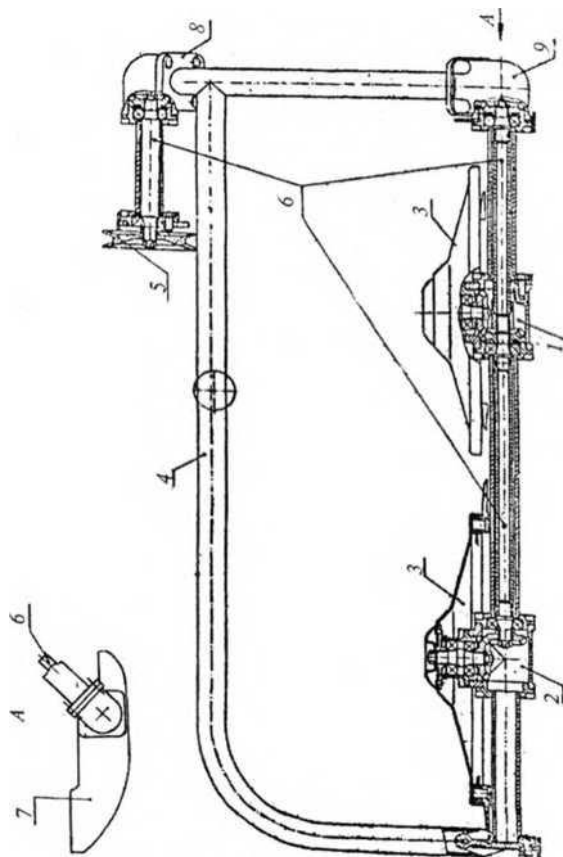
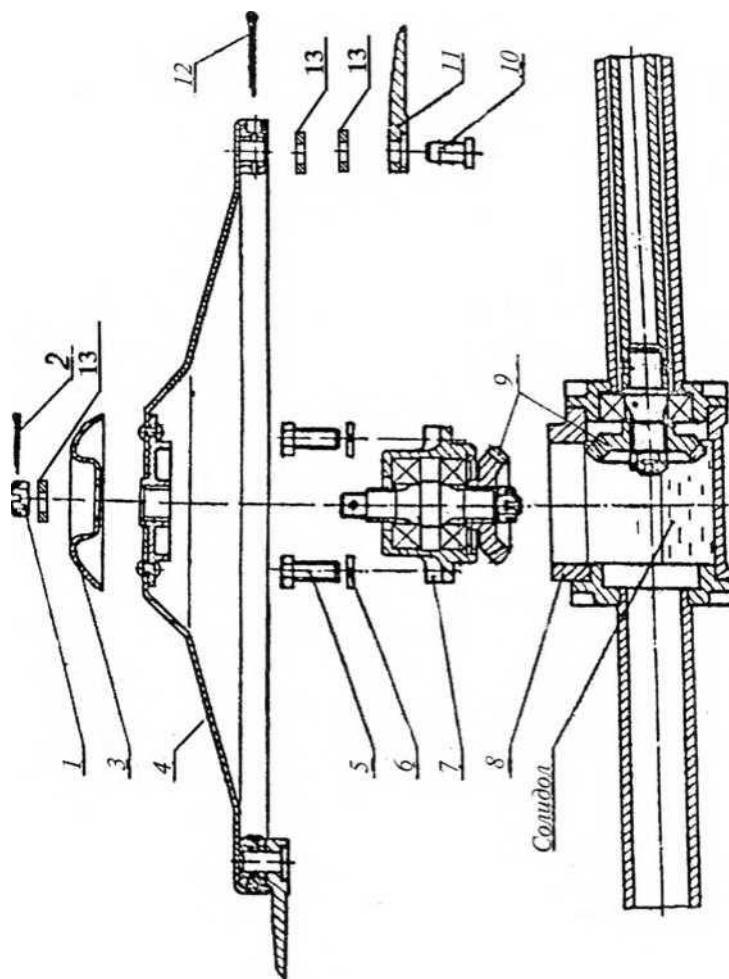

Рис. 2 Роторная косилка
Рис. 3. Режущий диск и его привод
5.1 Общий вид косилки представлен на Рис. 2. Конструкция режущих дисков и редуктора привода дисков представлены на Рис. 3.
5.2 Передача крутящего момента от приводного шкива 5 (Рис. 2) к режущим дискам передаётся с помощью шлицевых торсионных валов 6 и конических шестерен 9 (Рис. 3).
7.6 После первых 30 мин. работы новой косилки необходимо остановить двигатель мотоблока и проверить крепление деталей 1; 2; 10; 11, 12 и 13 (Рис. 3), а также затяжку крепления деталей косилки. При необходимости подтянуть и законтрить.
8.2.1 Для заполнения редукторов привода первого и второго режущих дисков 1 и 2 (Рис. 2) необходимо расконтрить и отвернуть гайку 1 (Рис. 3), снять шайбу защитную 3 и диск 4, отвернуть четыре болта 5, снять пружинные шайбы и корпус ведомой шестерни 7.
8.2.2 Для заполнения верхнего углового редуктора 8 (Рис. 2) необходимо отвернуть четыре болта крепления редуктора к раме 4, затем снять редуктор 8 вместе с приводом от шкива 5. В полость редуктора добавить 50 см³ солидола ГОСТ 4366-76. Сборку редуктора произвести в обратном порядке.
8.2.3 Для заполнения нижнего углового редуктора 9 (Рис. 2) необходимо отвернуть четыре болта крепления редуктора к раме 4 и два болта крепления редуктора привода второго режущего диска 2 к раме 4, затем снять нижний угловой редуктор вместе с редукторами 1 и 2. В полость редуктора 9 добавить 50 см³ солидола ГОСТ 4366-76.